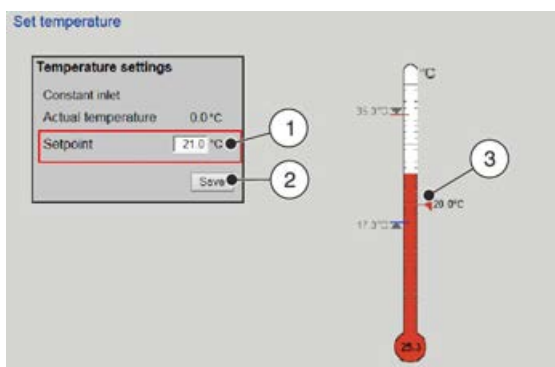

Fig. 43: Ajuste de la temperatura de consigna
La pantalla «Establecer temperatura» (Fig. 43) muestra la temperatura actual y permite establecer una consigna de temperatura.
- ▶ Introduzca la consigna de temperatura en el campo «*Setpoint*» (Fig. 43 /1) o mueva el triángulo rojo del termómetro (Fig. 43 /3) hasta la consigna de temperatura deseada.
- ▶ Haga clic en «*Guardar*» (Fig. 43 /2).